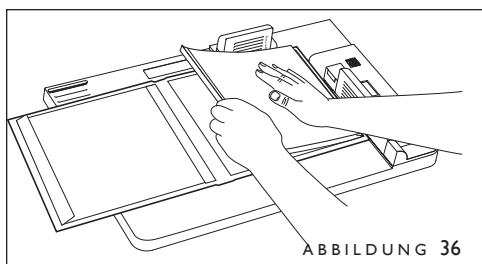

ABBILDUNG 36
4. Den Buchblock *verkehrt herum* an die durchsichtigen grünen Anschläge der Führung anlegen und nach unten drücken, um den Buchblock an der schmalen Klebstofffläche zu befestigen (Abbildung 36). Das Fenster am Buchblock und das Fenster im Einband müssen gleichmäßig aufeinander ausgerichtet werden.